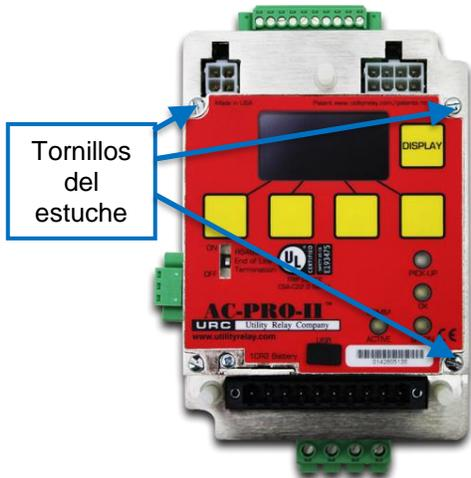

Imagen 22.1: Ubicación de los tornillos del estuche de la pantalla.
- Cuatro (4) tornillos prisioneros. Consulte Imagen 22.1.
- Utilice un destornillador para soltar los cuatro (4) tornillos prisioneros.
- Apriete los cuatro (4) tornillos prisioneros.